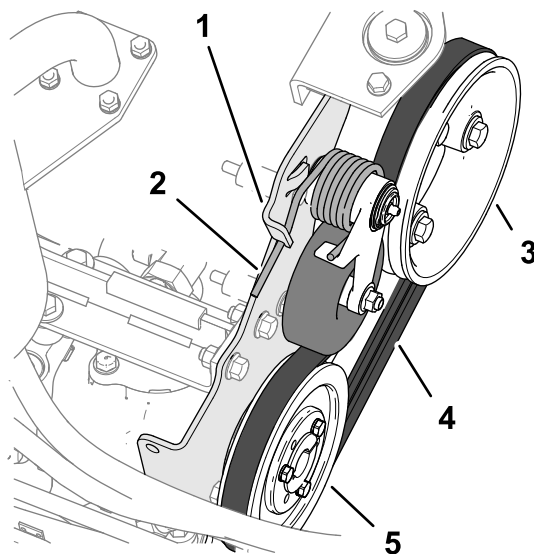

Figure 90
2. Appuyez sur l'extrémité du ressort de tension de la courroie pour la sortir du cran dans la patte du support de pompe, puis tirez l'extrémité du ressort vers l'avant (Figure 90).